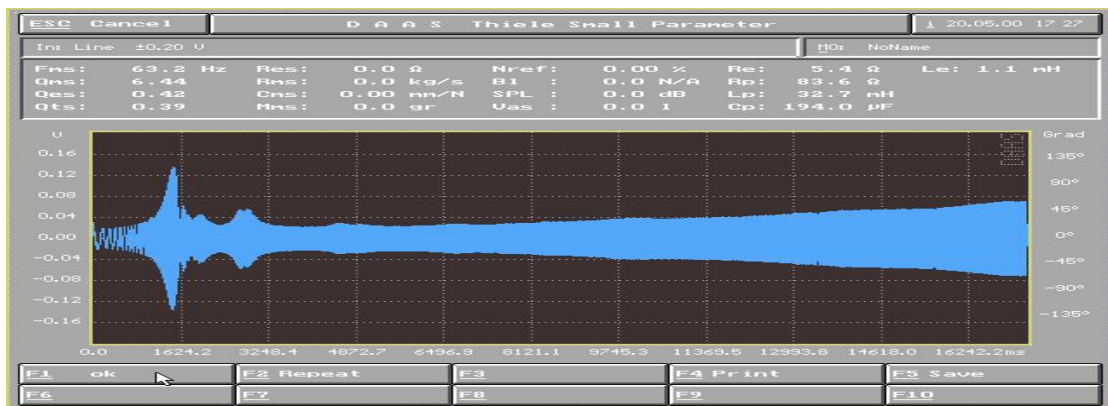
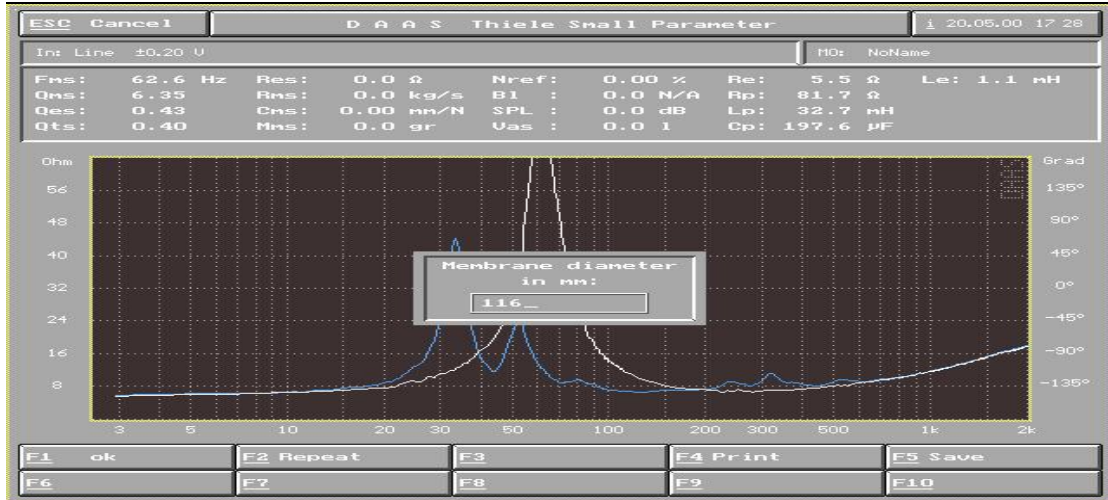

图 31
图 32
- 9) 选择 F1 OK (图 31) 后, 在中央询问菜单中依次填入扬声器有效的振动直径, (若提示加重, 要把附重均匀的加到扬声器纸盆上,) 后按回车键确定 (图 32)